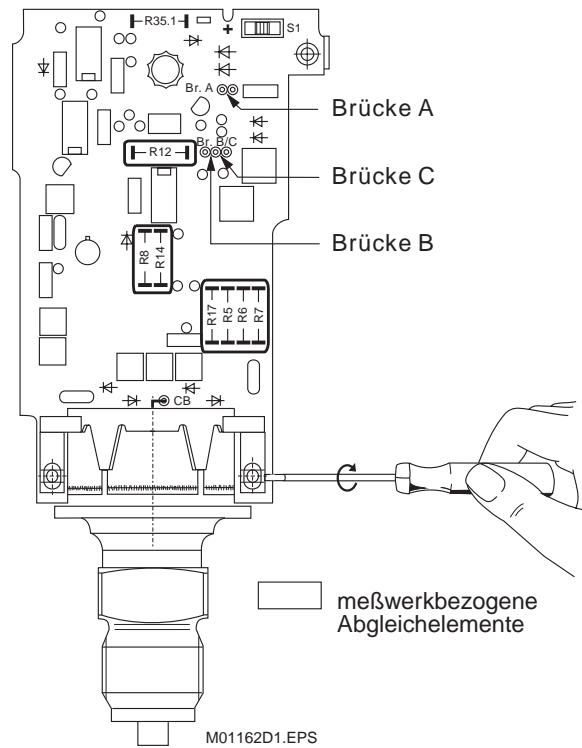

Bild 32. Bestückungsseite der Meßwerk-Elektronik-Einheit des AMD 220
3. **Schnappverbindung** zwischen Meßwerk und Elektronikplatine mittels eines kleinen Schraubendrehers entriegeln und die Elektronik vom Meßwerk abziehen (Bild 32). Defekte Elektronik beiseite legen.
6. Die **Widerstände R6 und R17** (Bild 32) von der **neuen** Elektronik ablöten und entfernen!
7. Die **meßwerkbezogenen Abgleichelemente** (Bild 32) einschließlich des Nullpunktgleichkondensators (Bild 25) von der defekten Elektronikplatine und an der gleichen Stelle auf die neue Elektronikplatine umlöten.
8. **Brücke B bzw. C** (Bild 32) entsprechend der defekten Elektronik mit Lötbrücke schließen.
3. R5, R6, R7, R8, R12, R14 und R17 auslöten (Bild 32, meßwerkbezogene Abgleichelemente).
5. **Schnappverbindung** zwischen Meßwerk und Elektronikplatine mittels eines kleinen Schraubendrehers entriegeln und die Elektronik vom Meßwerk abziehen (Bild 32).
8. Die dem Meßwerk **mitgelieferten Abgleichelemente** (Karte) an entsprechender Stelle der Meßwerk-Elektronik-Einheit einlöten (Bild 32-meßwerkbezogene Abgleichelemente und Bild 25-Nullpunktgleichkondensator).